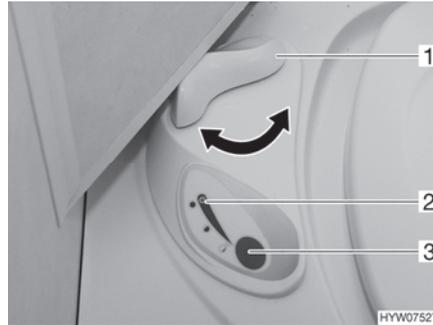

Bild 156 Bedieneinheit Thetford-Toilette
- Vor dem Spülen den Schieber der Thetford-Toilette öffnen. Dazu den Schieberhebel (Bild 156,1) entgegen dem Uhrzeigersinn drehen.
- Zum Spülen den blauen Spülknopf (Bild 156,3) drücken.
- Nach dem Spülen den Schieber schließen. Dazu den Schieberhebel (Bild 156,1) im Uhrzeigersinn drehen.
Die Kontroll-Leuchte (Bild 156,2) leuchtet, wenn die Thetford-Kassette entleert werden muss.